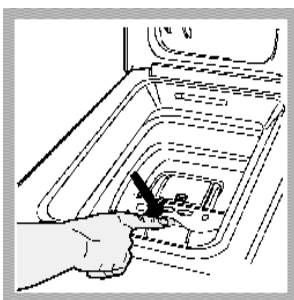

Fig. 2
E) POZIȚIONAREA FINALĂ A TAMBURULUI (fig. 2)